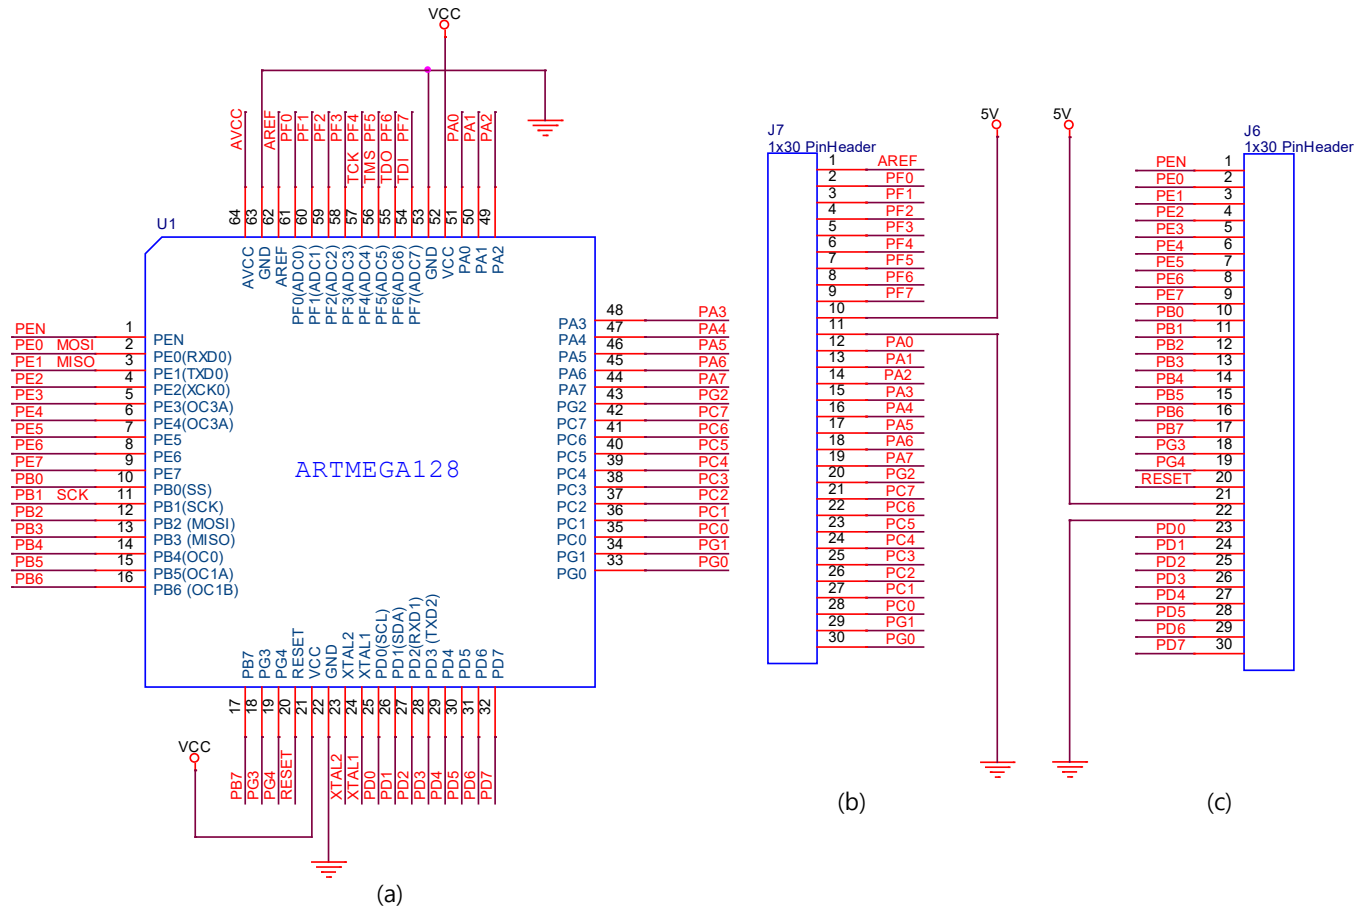

Figure 4. 회로도 ATmega128(a), 좌측 30P 핀 헤더(b), 우측 30P 핀 헤더(c)
- ✓ <Figure 4. (b)>에서는 PF0~7, PA0~7, PC0~7, PG0~2 입출력포트 핀 배열
- ✓ <Figure 4. (c)>에서는 PE0~7, PB0~7, PD0~7, PG3~4 입출력포트 핀 배열